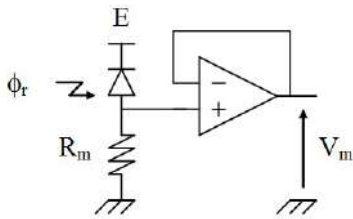

Fig. 5 – Récepteur, v1.
- Réaliser le montage de la fig. 5 pour la mesure du flux lumineux. On prend $E = 15 \text{ V}$ et $R_m = 100 \text{ k}\Omega$. Compte tenu de la grande valeur de R_m , il est nécessaire d'interposer un étage suiveur à amplificateur opérationnel entre cette résistance et l'oscilloscope dont l'impédance d'entrée est constituée de $1 \text{ M}\Omega$ en parallèle avec environ 100 pF (en tenant compte du câble coaxial) : en effet, sans le suiveur, l'oscilloscope constituerait un filtre passe-bas gênant dès 30 kHz .